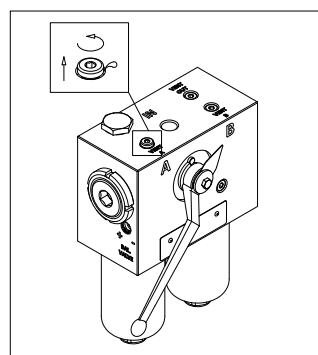

fig. 3
- (Fig. 3) Far fuoriuscire l'eventuale aria dall'impianto sul LATO NUOVO allentando il tappo di sfiato "Vent A" o "Vent B" di un giro al massimo, finché il fluido di lavoro non inizia a trafilare